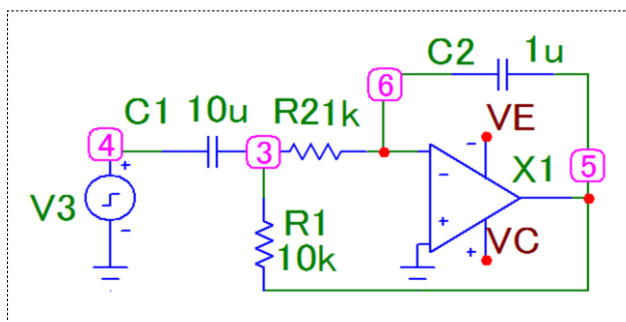

Рис. 6.23. Формирователь
1) Введите схему (рис. 6.23). Установите параметры генератора прямоугольных импульсов : $VZERO=0$, $VONE=10$, $P1=0$, $P2=0$, $P3=1$ $P4=1m$, $P5=2m$. Временные параметры заданы в миллисекундах,